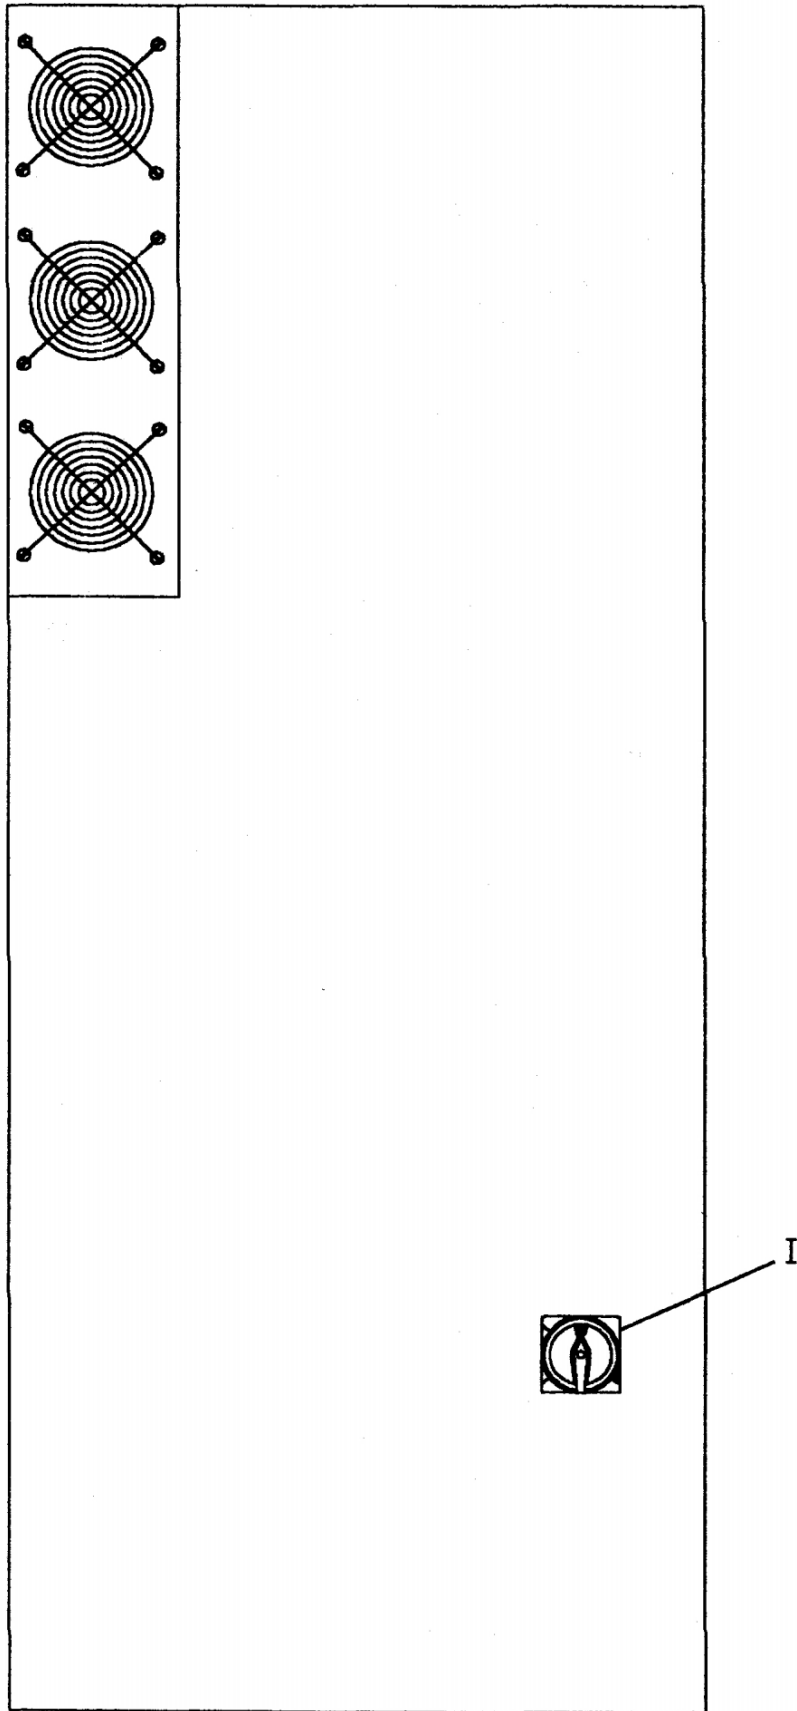

FIG. 4-4
7. TURN ON THE POWER SUPPLY ISOLATOR SWITCH (FIG. 4-4-I) AND PRESS PUMP START BUTTON ON THE CONTROL PANEL TO START THE DIELECTRIC PUMP.